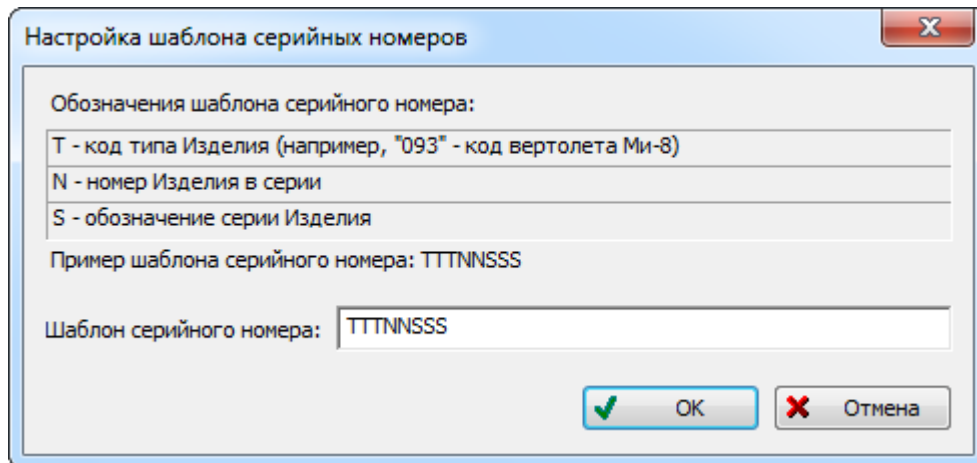

Рис. 10-230 – Окно «Настройка шаблона серийных номеров»
- 1) Нажать кнопку «Шаблон заводского номера» панели «Управление конфигурацией» (рис. 10-230).